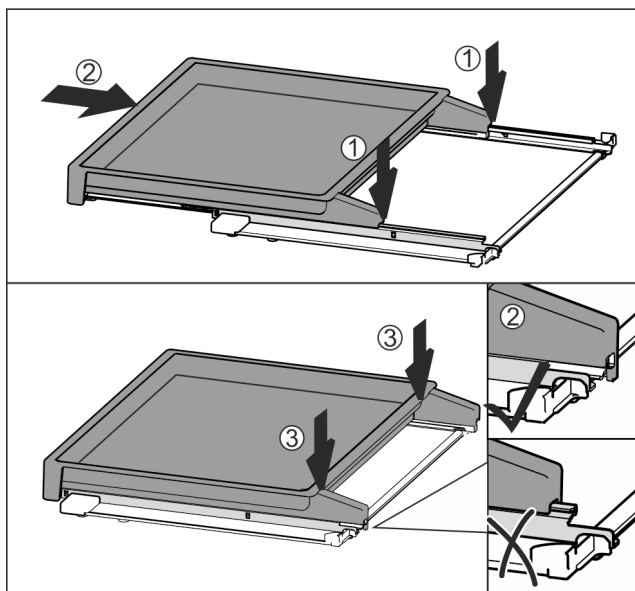

Fig. 134
- ▶ Stavite ga na sredinu vodilica Fig. 134 (1).
- ▶ Izvlačni pretinac pogurnite do kraja Fig. 134 (2).
- ▶ Pritisnite ga na stražnjoj strani tako da se čujno uglati Fig. 134 (3).